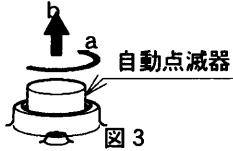

図3
●鋼管（50A  $\phi 60.5$  mm柱）に取り付ける場合（図3）
③ 自動点滅器を外してください。（図3 a、bの手順にて）
④ 新しい自動点滅器をソケットに取りつけてください。